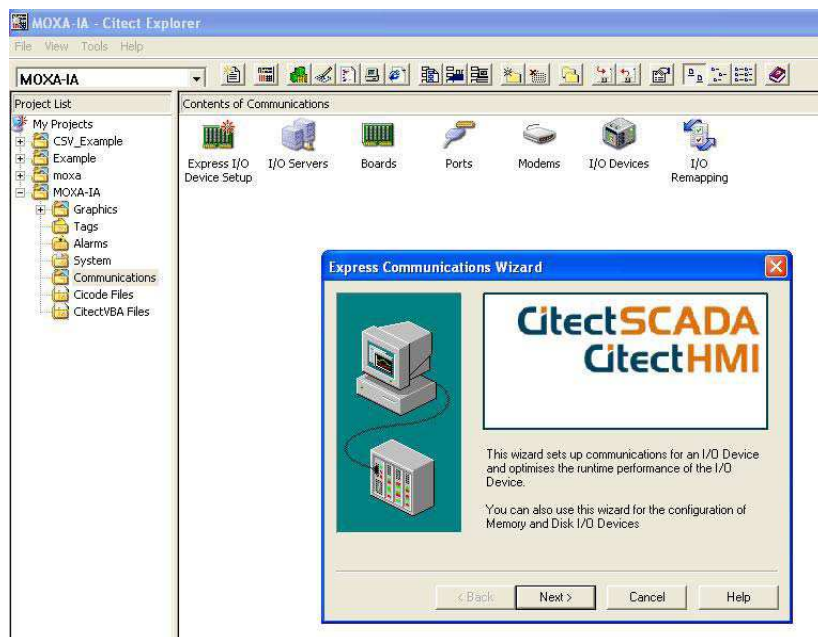

Рис. 4
2.2 Выберите раздел **Communications** в новом проекте и затем нажмите **Next** (Рис. 4)